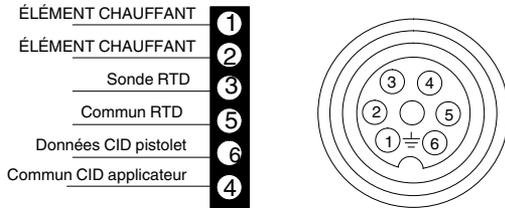

Figure 9: Positions des broches du cordon d'alimentation de l'applicateur
3. Voir la figure 9. Tester la continuité du circuit de l'élément chauffant (broches 1 et 2) :
4. Voir la figure 9. Une fois que la température de l'applicateur est connue, mesurer la résistance aux bornes du circuit de la sonde (broches 3 et 5).